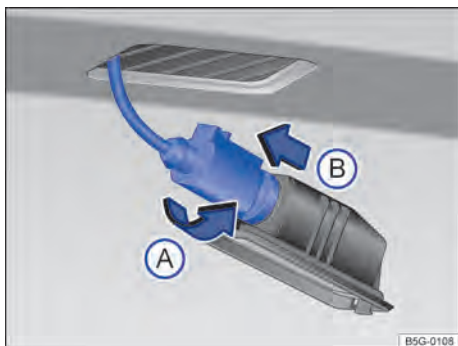

Fig. 191 Lanterna da placa de licença: desinstalar o suporte da lâmpada.
- ③ Girar o soquete da lâmpada no **sentido anti-horário** → Fig. 191 (A) e retirar o suporte junto com a lâmpada (B).
- ④ Puxar a lâmpada queimada do soquete para removê-la.
- ⑤ Substituir a lâmpada incandescente queimada por uma lâmpada incandescente nova do mesmo modelo.
- ⑥ Inserir a nova lâmpada no soquete cuidadosamente.
- ⑦ Posicionar o suporte da lâmpada na lanterna da placa de licença e pressionar no sentido contrário ao da seta **A** até o batente.
- ⑧ Certificar-se de que o soquete está corretamente fixado no conjunto.
- ⑨ Posicionar o conjunto da lanterna da placa de licença cuidadosamente na abertura do para-choque. Atentar para a correta direção de instalação da lanterna da placa de licença.
- ⑩ Pressionar a lanterna da placa de licença no para-choque até que encaixe de forma audível.
- ⑪ Certificar-se de que o conjunto da lanterna da placa de licença está corretamente fixada no alojamento.